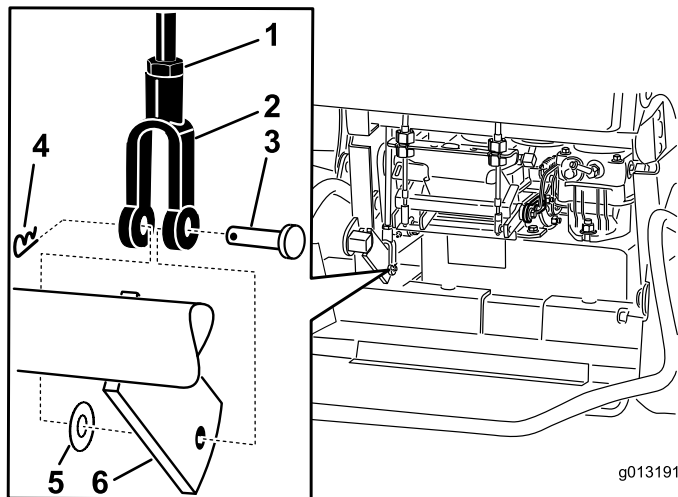

Figura 62
5. Para ajustar el freno, retire el pasador y el pasador de horquilla de la palanca de freno inferior y la horquilla (Figura 62).
6. Afloje la contratuerca (Figura 62).
7. Gire la horquilla. Para apretar el freno, gire la horquilla hacia arriba. Para aflojar el freno, gire la horquilla hacia abajo (Figura 62).
8. Fije la horquilla a la palanca de freno inferior con el pasador de horquilla y el pasador (Figura 62).
9. Apriete la contratuerca (Figura 62).